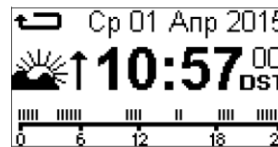

Рисунок 6.1 – Главный экран таймера
- Если во время проверки ошибок не обнаружено, на дисплее таймера в течение 2 секунд отобразится надпись **Настройка в порядке**, и таймер вернется на главный экран (рисунок 6.1);